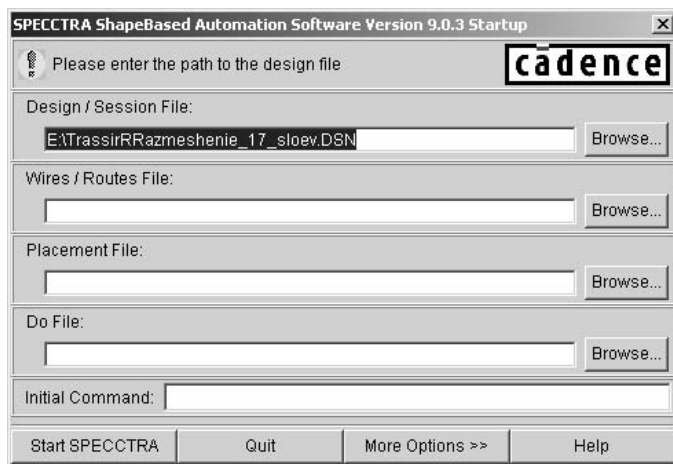

Рис.9.7.3
- Запустить автотрассировщик. Для этого загрузить файл с расширением **.dsn** (рис. 9.7.3) и нажать кнопку **Start SPECCTRA**. Откроется проект.